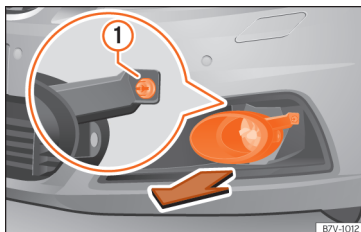

Abb. 66 Im Stoßfänger vorn rechts: Ausbau der Scheinwerfer.
- Abdeckung in Pfeilrichtung nach vorn ziehen »» **Abb. 66.**
- Befestigungsschraube »» **Abb. 66** (1) mit dem Schraubendreher aus dem Bordwerkzeug herausdrehen »» **Seite 43.**
- Befestigungsschraube »» **Abb. 66** (1) mit dem Schraubendreher festdrehen.
- Abdeckung in den Stoßfänger einsetzen »» **Abb. 66.**